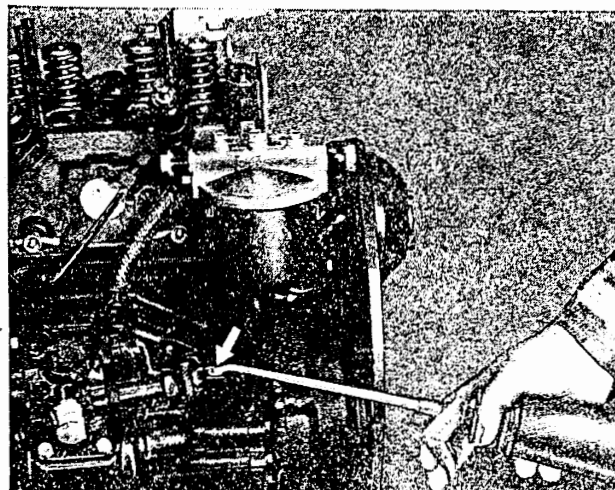

Bild M 137. Öl in Ölpumpe füllen
5. Bei überholten oder fabrikneuen Motoren bzw. nach einer Reparatur an der Ölpumpe oder Demontage des Antriebsgehäuses, ist vor der Inbetriebnahme Öl in die Pumpe (50 cm³) zu füllen, damit diese beim Start sofort ansaugt. Ein Nichtbeachten kann zu großen Schäden an den Lagern führen (Bild M 137).